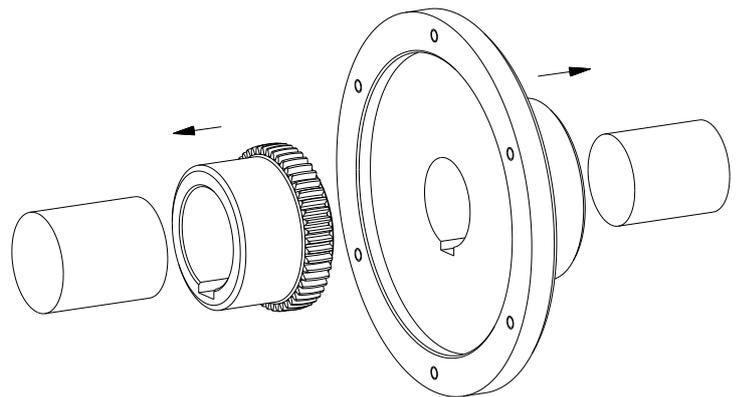

Bild 14: Montage der Nabe und die Flanschnabe bzw. den Kupplungsflansch (Beispiel: Bauart HEW1)
- Montieren Sie die Nabe (Bauteil 2) und die Flanschnabe bzw. den Kupplungsflansch (Bauteil 4) auf die Wellen der An- und Abtriebsseite (siehe Bild 14).